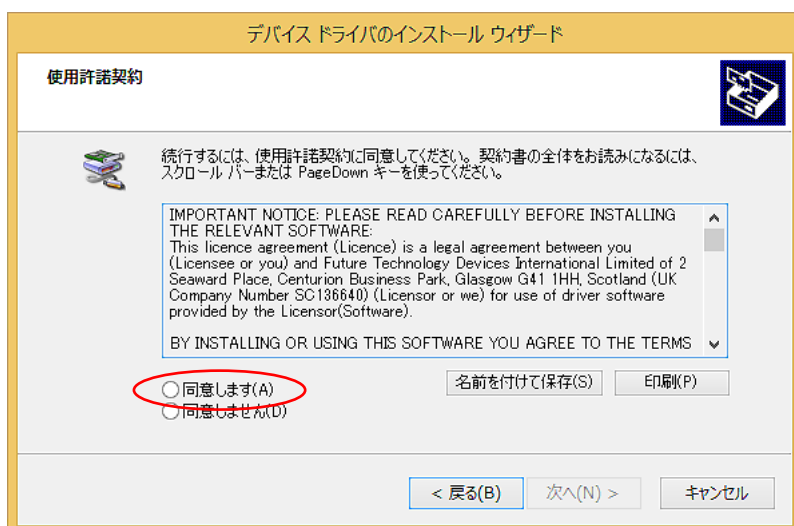

図 10：使用許諾契約
- ④ 「次へ」をクリックすると図 10：使用許諾契約画面が表示されます。